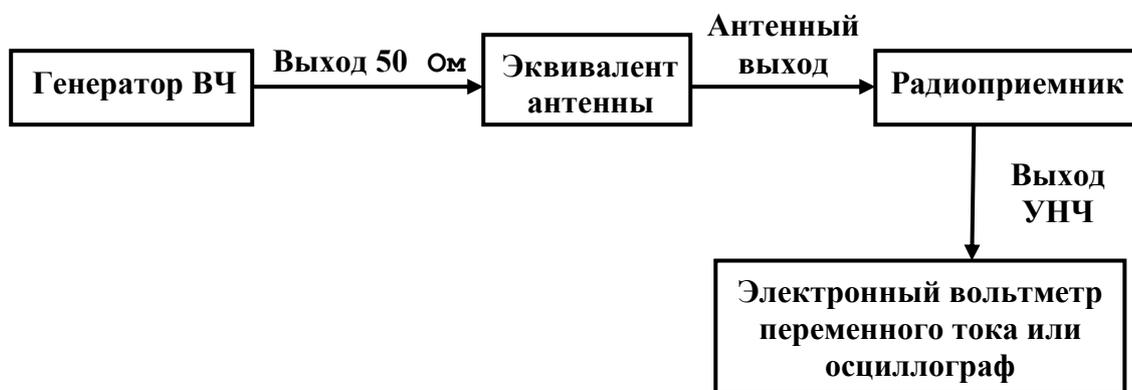

Рис. 22. Структурная схема подключения измерительных приборов №1
1. Подключить измерительные приборы в соответствии с рис. 22. Подать на вход приемника от высокочастотного генератора сигнал, уровень которого равен номинальной чувствительности приемника, а частота соответствует значениям 250 кГц (ДВ), 1 МГц (СВ), 7,2 МГц (КВ) или 69 МГц (УКВ) по российскому стандарту. Для зарубежных моделей значение частоты выбирается из середины их рабочих диапазонов частот. Установить параметры модуляции, указанные выше для режима «Моно». Настроить приемник на частоту сигнала. Систему АПЧ следует отключить, регуляторы тембра установить в максимальные положения, а регулятор громкости - в положение, при котором на выходе приемника получается стандартная мощность НЧ сигнала.
Проверка обычно выполняется в середине диапазона СВ. Регуляторы тембра следует установить в положение, соответствующее наиболее узкой полосе низкочастотного тракта, а измерительные приборы подключить в соответствии с рис. 22. Далее надо произвести следующие действия: